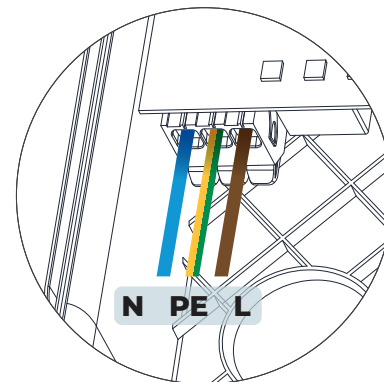

Abb. 8 - Reihenfolge der Verdrahtung des Netzkabels
16. Stecken Sie die 3 Adern des Netzkabels in die auf der Platine montierten WAGO™ Steckverbinder und schließen Sie jeweils den Steckerhebel. Achten Sie darauf, dass die Drähte vollständig in die Steckverbinder eingeführt sind, so dass keine losen Teile der Drähte oder Kabel sichtbar sind (elektrischer Schutz gegen direktes Berühren). Ein falscher Anschluss kann zu einem unsachgemäßen Kontakt führen, der eine Brandgefahr darstellen kann. **(Abb. 8)**